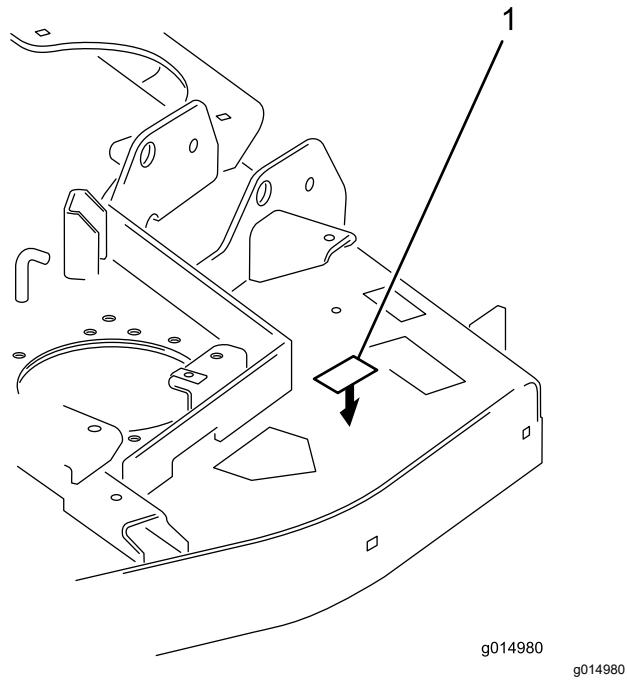

Bild 15
13. Befestigen Sie das Identifizierungsschild oben am Mähwerks in der Nähe der Seriennummer (Bild 15).